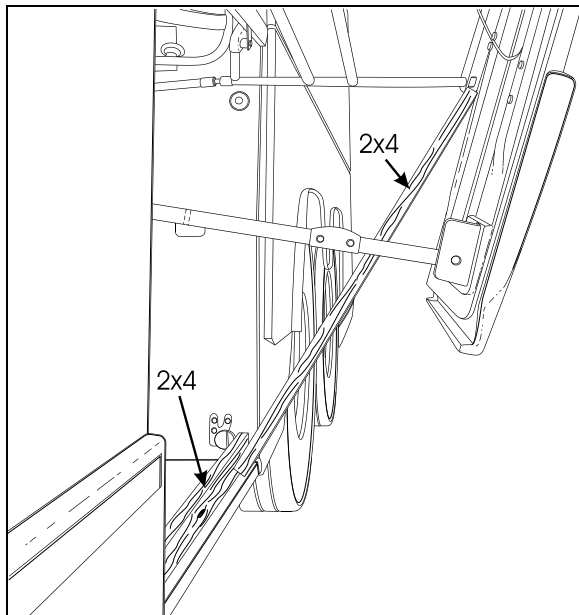

FIGURE 57 : AJUSTEMENT D'UN PANTOGRAPHE 18319
3. Installer un autre morceau de bois au format 2 x 4 entre le premier morceau de bois et le bas du pivot du bras du pantographe le plus bas (ou le plus court) (Figure 57).